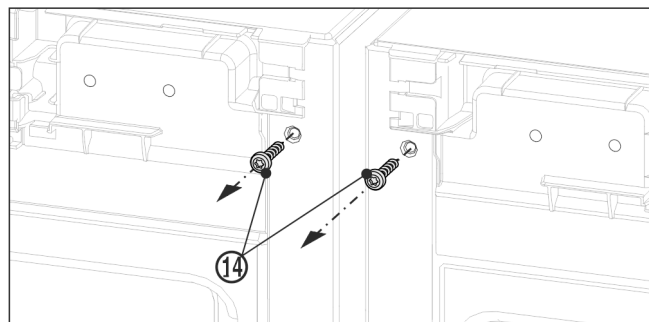

Fig. 10
- Avant le montage de l'équerre supérieure, dévisser les deux vis de terre Fig. 10 (14).